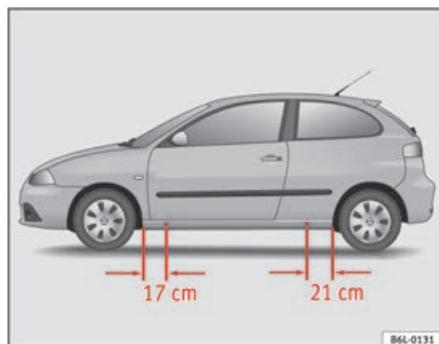

Fig. 143 Pontos de recepção do macaco
- Procure o ponto de recepção na longarina inferior, mais próximo da roda que pretende desmontar ⇒ fig. 143.
Na longarina inferior há depressões que marcam os pontos em que o macaco deve ser aplicado, à frente e atrás ⇒ fig. 143. Foi previsto um local em cada roda. O macaco não pode ser aplicado noutros pontos.